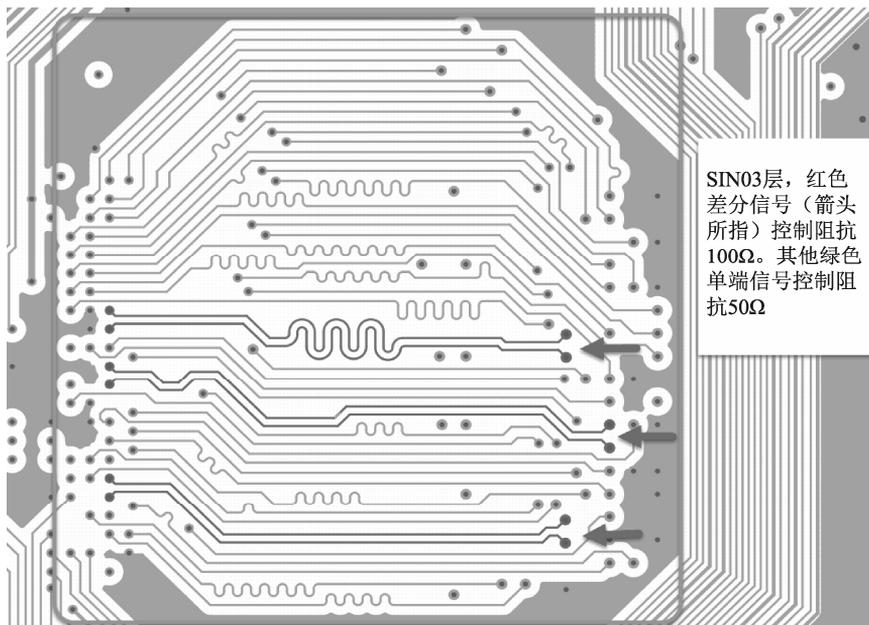

图 3-20 阻抗控制截图
(1) 使用经验值。记录之前做过的阻抗线，在下次需要时可直接套用。缺陷是一旦参数变化，所使用的经验值就不适用了。
(2) 将 PCB 的所有阻抗线分类，分别设置相应颜色，之后截图给 PCB 厂，由板厂调整控制，如图 3-20 所示（仅以 DDR 部分为例）。缺陷是当板子布线密度较大时，板上可能没有多余的空间进行线宽、线距的调整，板厂有可能无法进行阻抗控制。